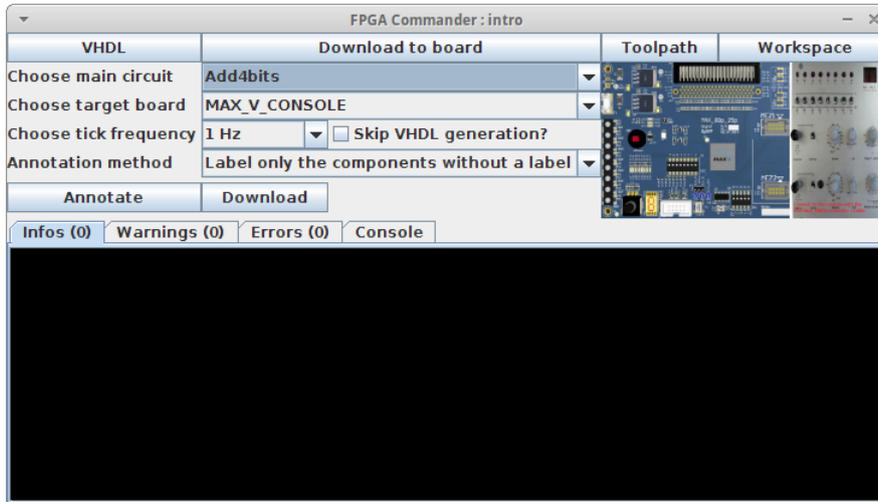

FIGURE 10. FPGA Commander
2. On peut ensuite ouvrir l'interface de programmation via FPGAMenu -> FPGA Commander comme sur la Figure 10.